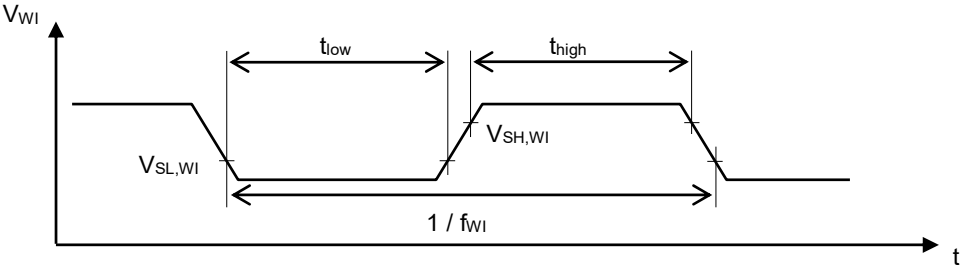

图5
- *2. 将满足图5的条件的上升边缘输入到WI端子时，看门狗定时器检测出触发。
从看门狗定时器的监视对象输入的信号应满足图5的条件。